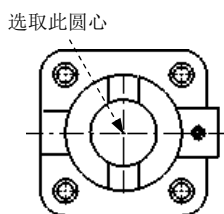

图 9.4.21 选取剖切点
Step3. 在“剖面视图”对话框中选择 **半剖面** 选项卡，在 **半剖面** 区域单击  按钮，然后选取图 9.4.21 所示的圆心。